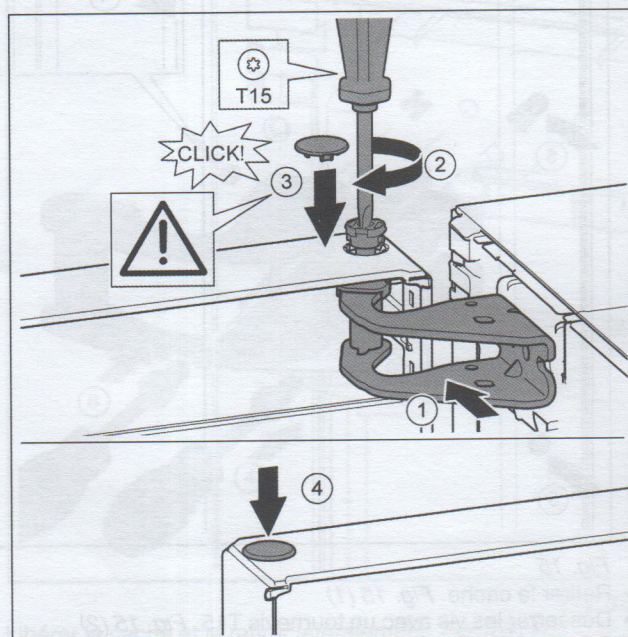

Fig. 17
- Orienter la porte en haut pour l'ouverture dans le support de palier. Fig. 17 (1)
- Poser le boulon et le visser avec un tournevis T15. Fig. 17 (2)
- Monter le cache de sécurité pour sécuriser la porte : Mettre en place le cache de sécurité et contrôler s'il repose sur la porte. Sinon, enfoncer à fond le boulon. Fig. 17 (3)
- Mettre le bouchon en place. Fig. 17 (4)